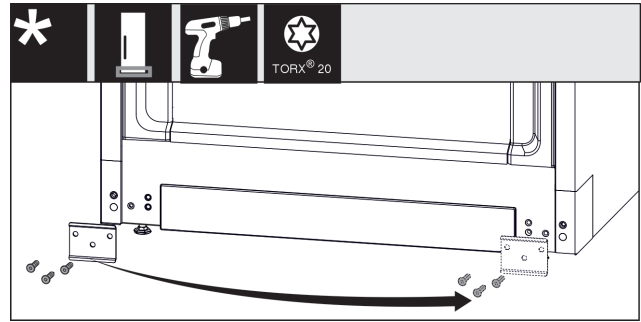

Fig. 12
- ▶ Csavarozza le a lemezt, helyezze át a másik oldalra, és ismét csavarozza fel. Fig. 12 (1)
- ▶ Tegye vissza a borítást a másik oldalra. (1)